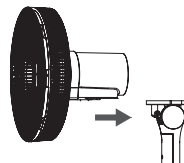

Рис. 7
- Установите собранную верхнюю часть вентилятора на верхний сегмент опорной стойки. Зафиксируйте винтами (рис. 7).